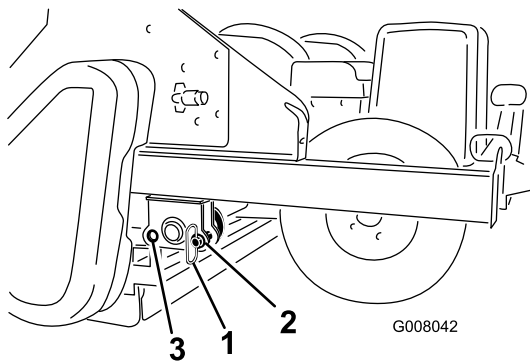

图23
1. 从后孔位置拔出存储销图23。
3. 将存储销插入前孔位置图23。